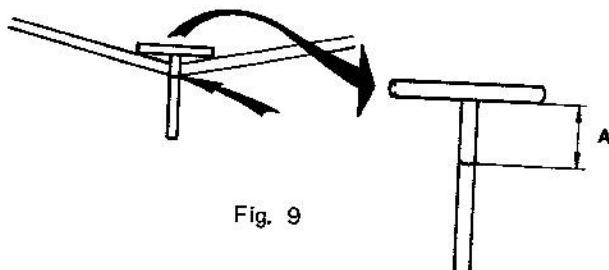

Fig. 9
3. Placera verktyget i hålet med överliggaren tvärskepps, och märk av den vertikala stången på utsidan av båtbotten. (Se fig. 9.)
3. Place the tool in the hole with the outrigger thwartships, and mark out the vertical rod on the outside of the boat bottom. (See Fig. 9.)
5. Drag ut T-verktyget och mät av måttet A som visas i fig. 9.
5. Pull out the T-tool and measure A as shown in Fig. 9.